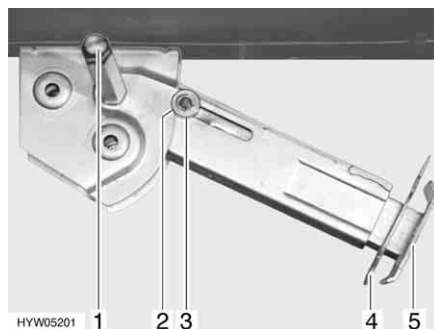

Fig. 25 Piedino di stazionamento
- Inserire la chiave a tubo nell'esagonale (Fig. 25,1) e ruotare fino a quando il piedino di stazionamento non si trova in posizione verticale verso il basso.
- Estrarre la copiglia (Fig. 25,4) dal prolungamento dell'estremità del piedino (Fig. 25,5).
- Inserire la chiave a tubo nell'esagonale (Fig. 25,1) e ruotare fino a quando il piedino di stazionamento non si stacca dal terreno.
- Spingere completamente all'interno il prolungamento dell'estremità del piedino (Fig. 25,5) e inserire la copiglia (Fig. 25,4) nel foro apposito.
- Ruotare la chiave a tubo nell'esagonale (Fig. 25,1), fino a quando il piedino di stazionamento non è sollevato verso l'alto e la guida (Fig. 25,3) è rientrata totalmente nell'intaglio (Fig. 25,2).